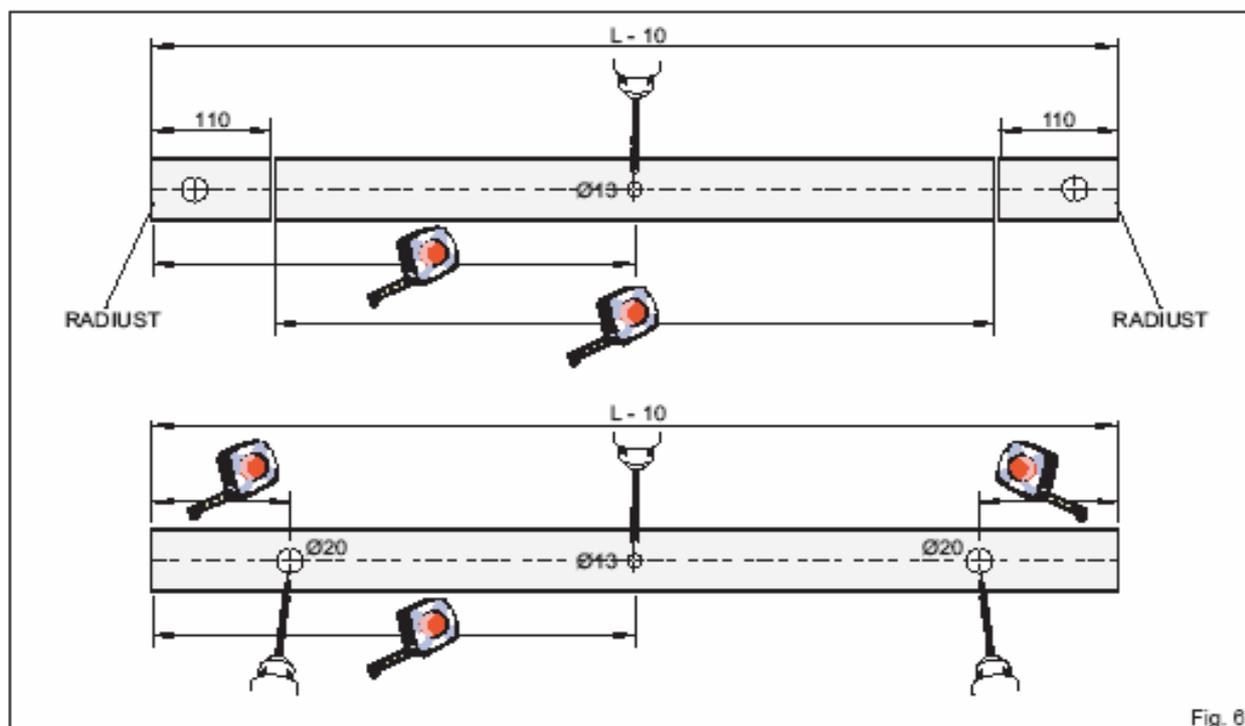

Fig. 6
- En se reportant à la fig. 6, couper sur mesure le couvercle de l'automatisme et faire des trous le long de l'axe pour faire sortir les bras du moteur et le pivot du dispositif de verrouillage.